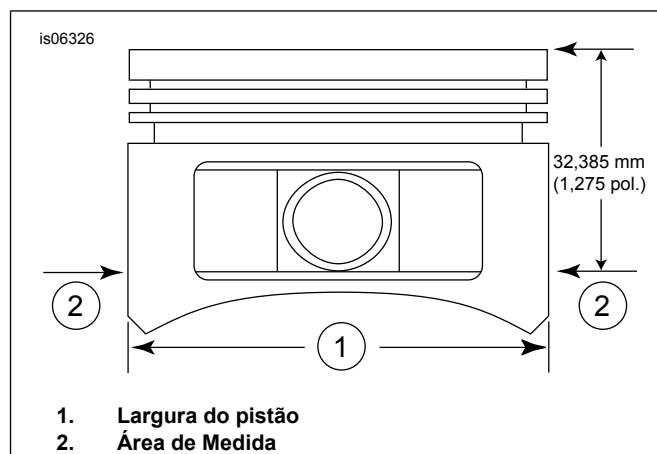

Figura 2. Medidas do pistão
5. Veja a figura 2. Meça a largura do pistão (1), 90 graus horizontalmente de ambos os lados do furo do pino do pistão e a 1,275 pol. (32,385 mm) para baixo da superfície superior (topo) do pistão (2). Veja a Tabela 11 para o ajuste do pistão para o cilindro neste local.